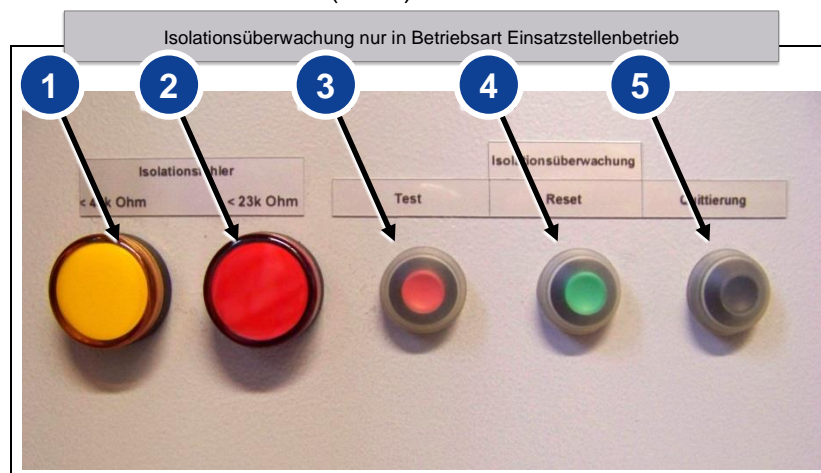

Abb. 10.4: Isolationsüberwachung mit Abschaltung
Gelbe Warnlampe (Abb. 10.4 ) mit Warnton: Es besteht ein Isolationsfehler mit einem Übergangswiderstand kleiner 46 k Ω aber größer 23 k Ω in einem Stromkreis des Stromerzeugers, des Kabelnetzes oder eines angeschlossenen Verbrauchers.
Rote Warnlampe (Abb. 10.4 ②) mit Warnton: Es besteht ein Isolationsfehler mit einem Übergangswiderstand kleiner 23 kΩ in einem Stromkreis des Stromerzeugers, des Kabelnetzes oder eines angeschlossenen Verbrauchers.